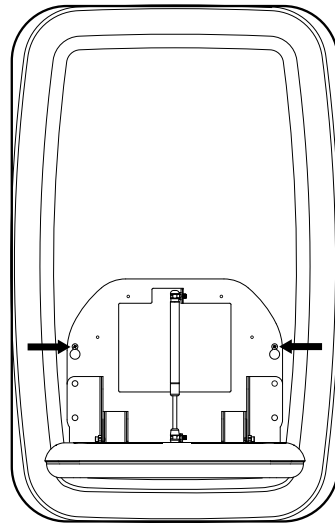

Fig. 6
- Coloque la unidad en la brida. Ubique los orificios de montaje largos sobre los tornillos de montaje. **Fig. 6** Esto puede resultar más fácil con la ayuda de una segunda persona.